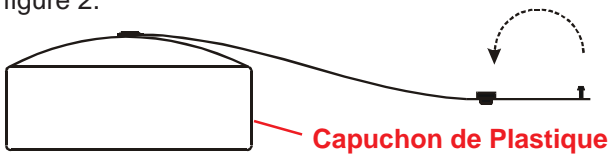

FIGURE 2
**Étape 2.** Replier et presser l'extrémité de la courroie du capuchon de plastique en place tel que montré à la figure 2.